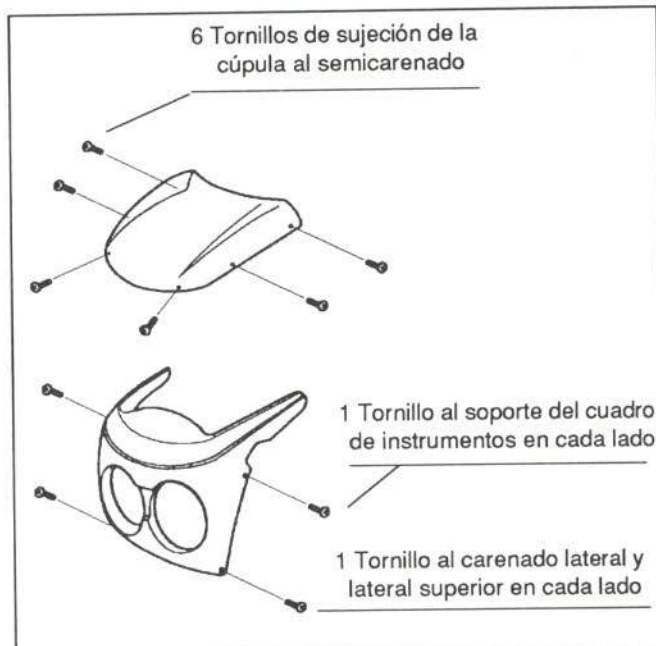

Figura 17.- Unión del semicarenado
Va atornillado de la forma que se muestra en la figura 17.
- Semicarenado (figura 17)